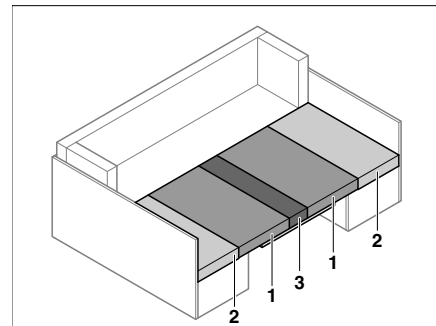

Fig. 69 Après la transformation
- Tirer les coussins d'assise (Fig. 69,1) vers le centre.
- Placer les coussins de dossier (Fig. 69,2) entre les coussins d'assise (Fig. 69,1) et la paroi extérieure.
- Placer le coussin supplémentaire (Fig. 69,3) entre les coussins d'assise (Fig. 69,1) sur la table.